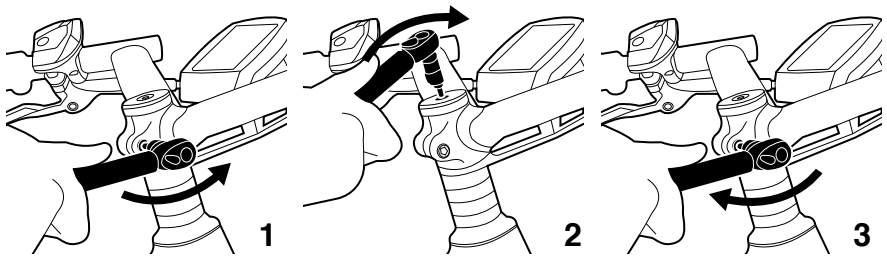

Figure 12. Étapes pour le réglage du jeu de direction
Le jeu de direction est composé de deux roulements et cuvettes placés à chaque extrémité de la douille. Tous les vélos Moustache disposent d'un jeu de direction « A-head » : le réglage du jeu se fait par l'intermédiaire du capot rond qui se trouve sur le dessus de la potence (*Figure 12*).
1. Dévissez la ou les vis de la potence comme à l'étape 1 de la *Figure 12*.
2. Vissez ensuite progressivement et sans forcer la vis dans le capuchon jusqu'à la disparition du jeu comme l'étape 2 de la *Figure 12*.
4. Resserrez la ou les vis de la potence suivant les couples recommandés comme l'étape 3 de la *Figure 12*.